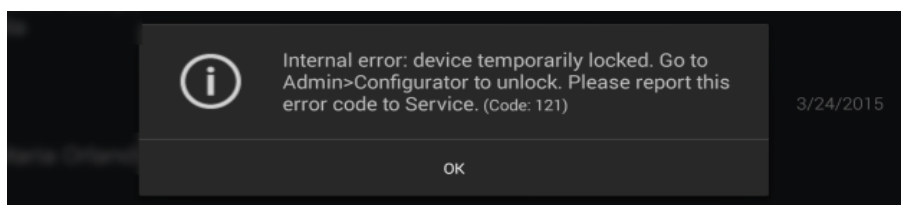

Fig. 16 – Ejemplo de mensaje de error
- Si se produce un error inesperado en el hardware durante el uso, aparecerá un mensaje de error (véase, por ejemplo, Fig. 16) y COMPASS podría bloquearse temporalmente. Es posible subsanar el error reiniciando el dispositivo: consulte el apartado 12.4 para conocer el procedimiento completo. Si el error persiste, póngase en contacto con un centro de servicio autorizado.